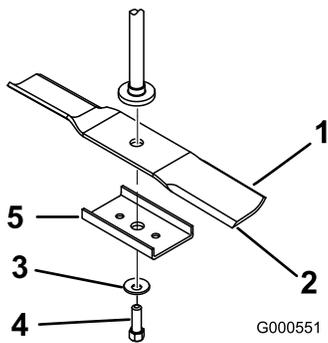
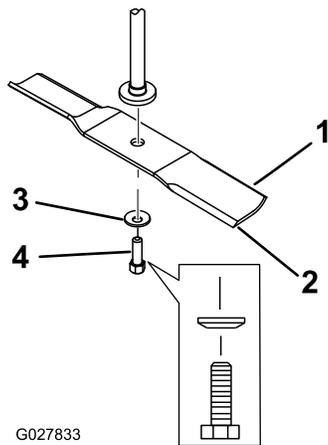

Figure 53
Figure 54
- Enlevez de l'axe le renfort de lame (plateaux de 81 cm seulement), le boulon de lame, la rondelle bombée et la lame (Figure 53 et Figure 54).
1. Placez la lame sur l'axe (Figure 54).
2. Montez le renfort (plateaux de 81 cm seulement), la rondelle bombée (face concave vers la lame) et le boulon de lame (Figure 54).